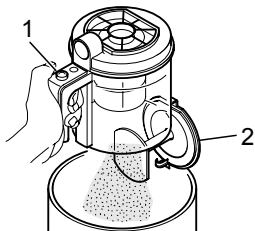

Abb. 18
4. Drücken Sie die Entriegelungstaste (Abb. 18/1). Der Boden (Abb. 18/2) öffnet sich und der Staub rieselt in den Mülleimer.